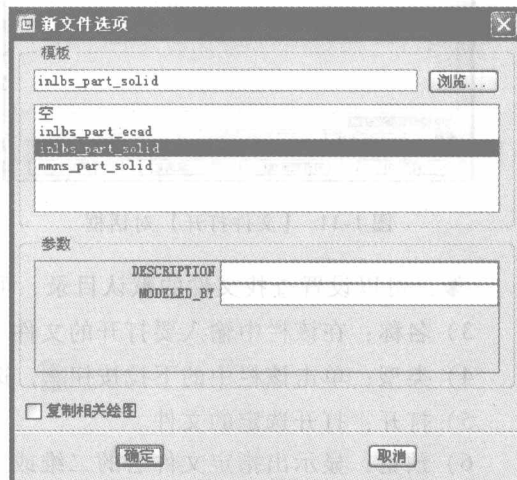

图 1-10 【新建文件选项】对话框
4) 使用默认模板：使用系统默认模板选项，如系统默认的单位、视图、基准面、图层等的设置。若不勾选此项，单击【确定】按钮，系统弹出如图 1-10 所示【新建文件选项】对话框，在该对话框中可选取其他模板样式。